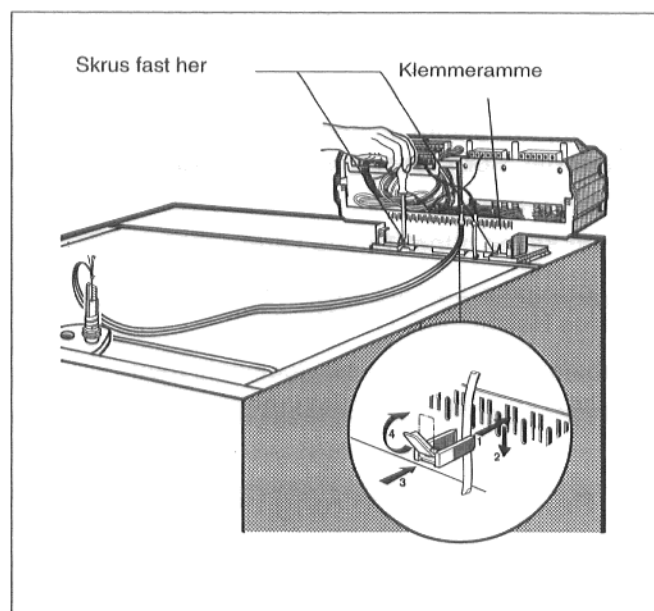

Fig. 53
- Sokkelen til kontrollpanelet skrues fast med to metallskruer i kabelgjennomgangen på høyre og venstre side av adapterplaten (fig. 53).